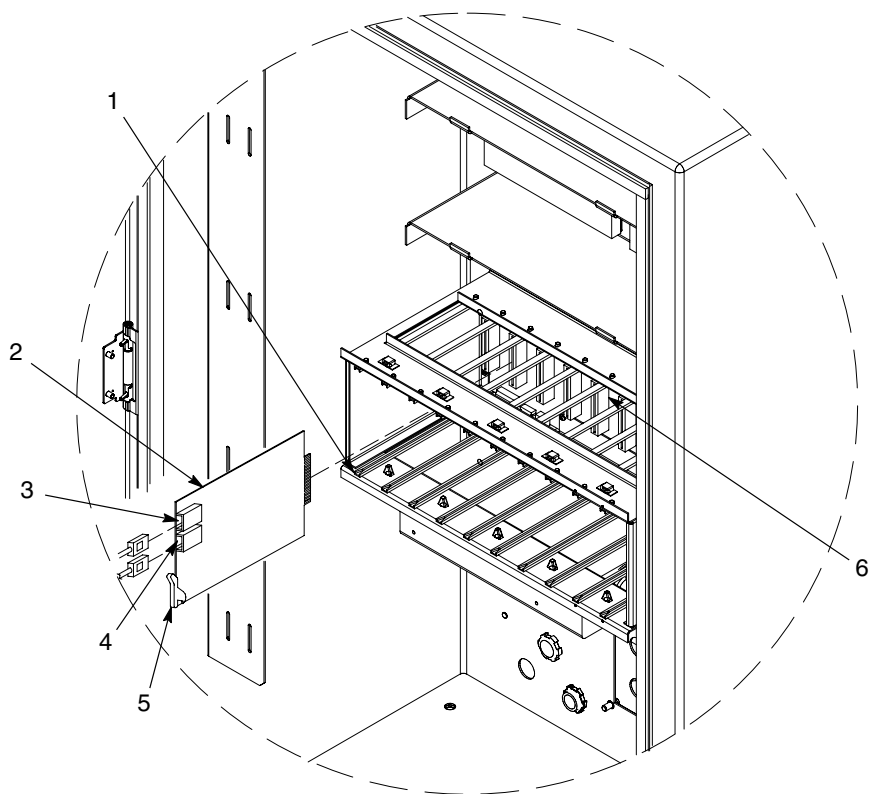

Рис. 5-2 Замена платы управления распылителями
См. рис. 5-2. Платы управления распылителями (2) установлены в стойке плат слева направо. Каждая плата управляет двумя распылителями: нижний разъем предназначен для распылителя с нечетным номером, а верхний разъем предназначен для распылителя с четным номером.